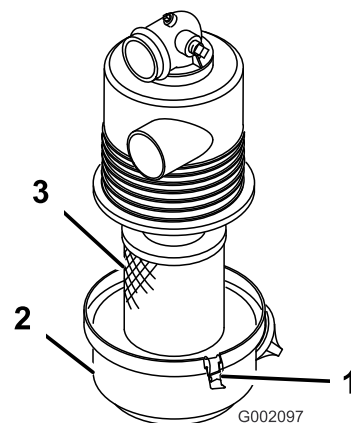

Рисунок 12
1. Проверьте корпус воздухоочистителя на отсутствие повреждений, которые могут вызвать утечку воздуха. Убедитесь, что крышка герметично установлена на корпусе воздухоочистителя (Рисунок 12).
2. Отпустите фиксаторы, крепящие крышку воздушного фильтра на его корпусе (Рисунок 12).
3. Отделите крышку от корпуса и очистите внутреннюю поверхность крышки воздушного фильтра (Рисунок 12).
3. Вставьте элемент в корпус воздушного фильтра (Рисунок 12).
4. Совместите крышку воздухоочистителя с его корпусом (Рисунок 12).
5. Закрепите крышку на корпусе фиксаторами (Рисунок 12).